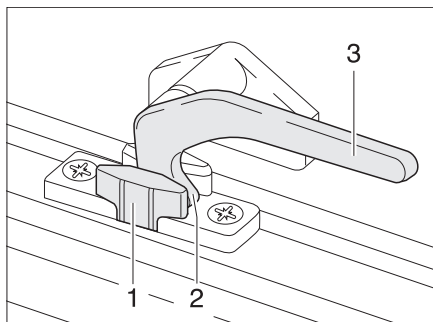

Bild 37 Låsarm i läget "Kontinuerlig vädring"
- I läget "Kontinuerlig vädring" (Bild 37)
- Sväng låsarmen (Bild 37,3) ett kvarts varv mot fönstrets mitt.
- Vrid tillbaka låsarmen. Därvid måste låsspaken (Bild 37,2) föras in i spåret på fönsterlåset (Bild 37,1).